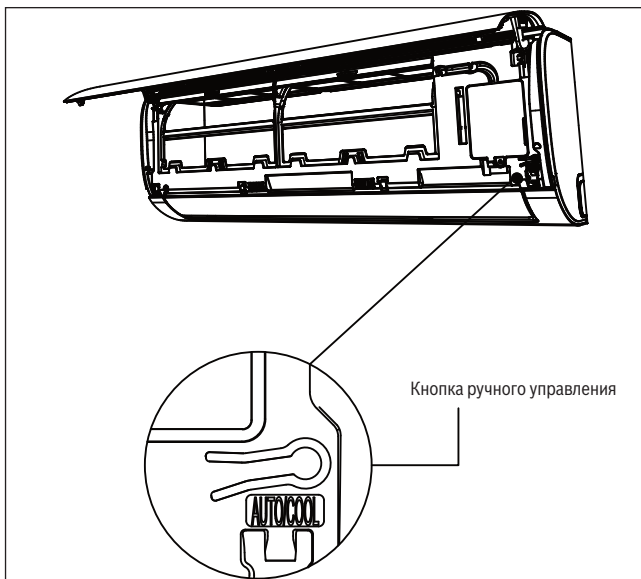

Рис. 41.
2. Кнопка **MANUAL CONTROL** (РУЧНОЕ УПРАВЛЕНИЕ) расположена на правой стороне устройства. Для выбора функции "ОХЛАЖДЕНИЕ" нажать кнопку 2 раза. См. **рис. 41**.